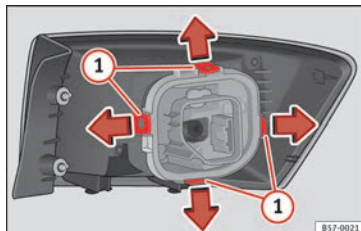

Fig. 111 Linguette di fissaggio nella parte posteriore del fanale di coda.
7. Smontare il portalampada sbloccando le linguette di fissaggio » **fig. 111 ①**.